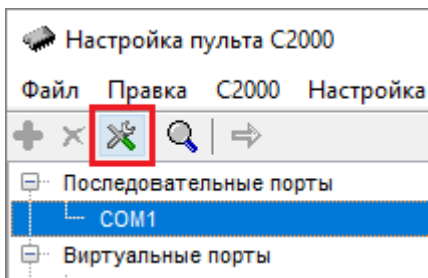

Рисунок 6 – Переход к настройкам порта через панель инструментов дерева устройств
- либо выделите соответствующий порт в дереве устройств и нажмите кнопку  «Параметры линии» в панели инструментов дерева устройств (см. рис. 6);